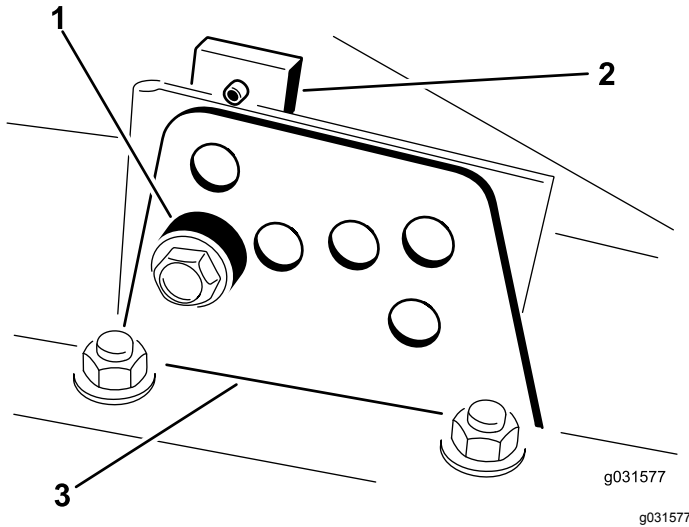

图 18
2. 拧松将各剪草高度支架固定至剪草高度板的螺栓前面和两侧如 图 18 所示。
4. 在支撑起切割腔的同时取出隔片 (图 18)。